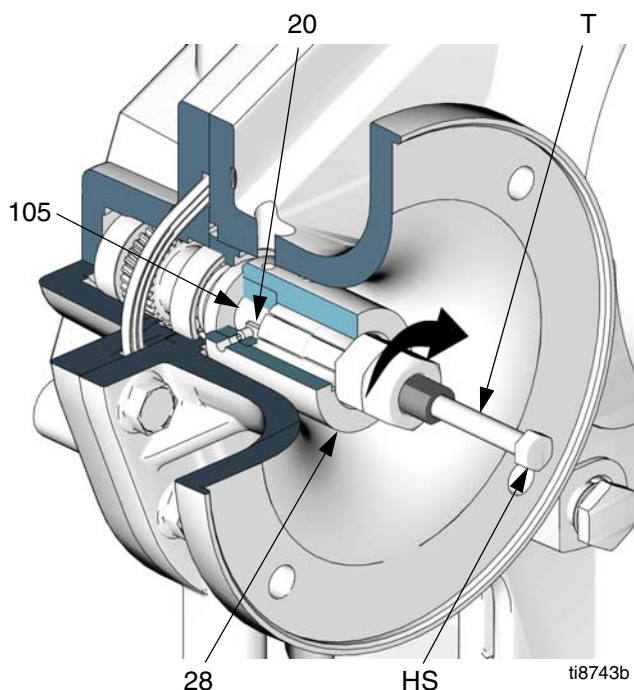

FIG. 22: Smontaggio dell'accoppiatore del motore
4. Vedere FIG. 22. Allentare entrambe le viti di regolazione (31). Inserire l'utensile di estrazione (T) nel giunto (28). Girare il dado in senso orario fino al serraggio, quindi estrarre il giunto dall'albero di ingresso del riduttore a ingranaggi (105) girando in senso orario la vite a testa esagonale (HS).
NOTA: durante la seguente procedura, se l'accoppiatore si separa dall'albero del motore ma rimane attaccato all'albero d'ingresso, utilizzare lo strumento di rimozione accoppiatore 15J827 (T), come illustrato dalla FIG. 22.